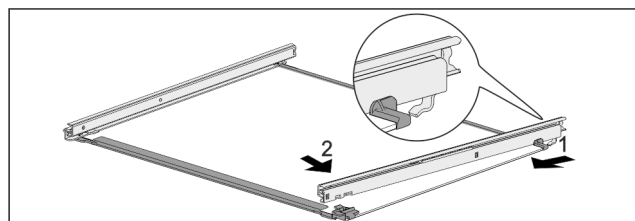

Fig. 192 Pllaka e xhamit me shinat
- Kapni shinën në kapëse në pjesën prapa. Fig. 192 (1)
- Kapni shinën në kapëse në pjesën përpara. Fig. 192 (2)